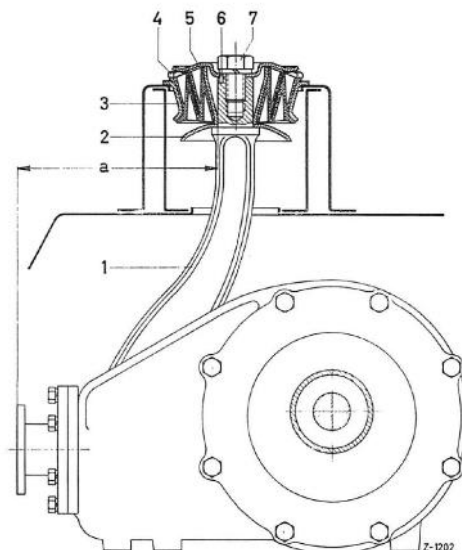

Bild 35-5/7
17 Keilschraube (14) einschlagen und Sechskantmutter mit Federring (12) festziehen (Bild 35-5/2).